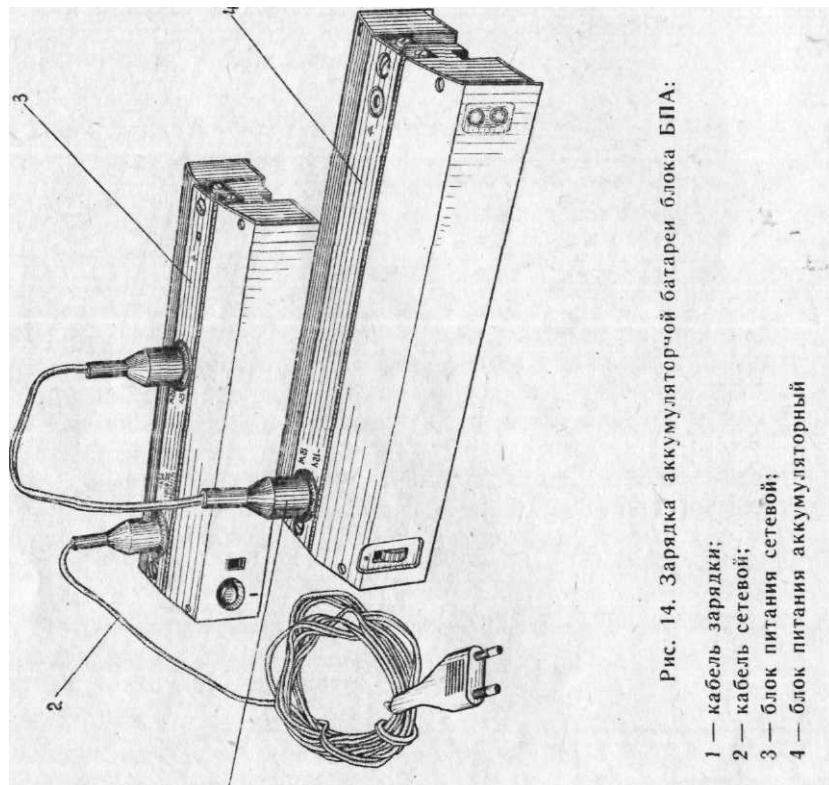

Рис. 14. Зарядка аккумуляторной батареи блока БПА:
- положите рядом блоки БПС-2 и 1БПА (рис. 14) и соедините кабелем зарядки их разъемы— \wedge —12V»;